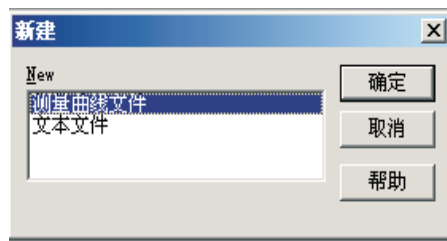

图10
- E、弹出的新建对话框会有两种模式供你选择：测量曲线文件和文本文件（图10）；